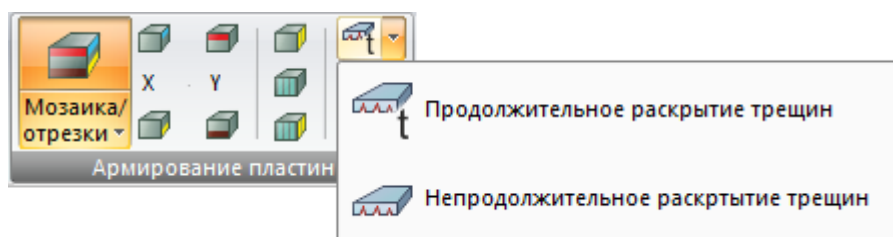

Рис. 125. Раскрывающийся список **Раскрытие трещин в пластинах**
**Раскрытие трещин в пластинах** (рис.125) – раскрывающийся список с заменой, который содержит операции по отображению непосредственно на расчетной схеме ширины длительного (продолжительного) и кратковременного (непродолжительного) раскрытия трещин в пластинчатых элементах: